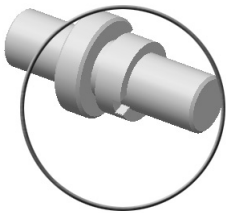

图 7.4.16 打开放大镜
Step2. 将鼠标指针停留在轴套上，然后按 G 键，放大镜即会打开，如图 7.4.16 所示。